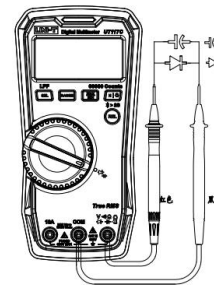

Figura 7
**6. Măsurarea diodelor (Figura 7)**